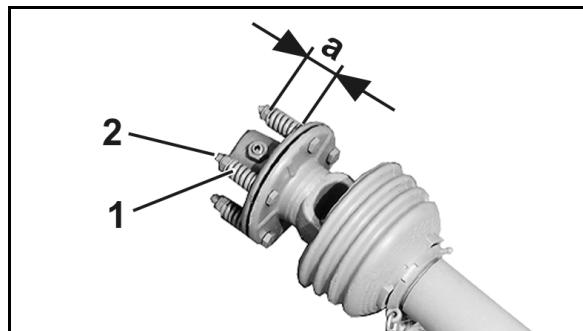

图 81
2. 拧开螺母（图 81/2），消除弹簧（图 81/1）拉力。